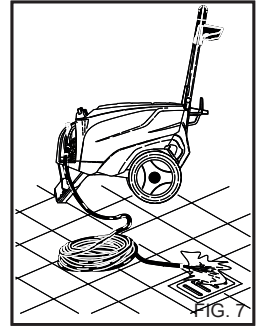

FIG. 7
**IMPORTANTE:** Para eliminar las eventuales impurezas o burbujas de aire del circuito hidráulico, efectuar una primera puesta en marcha sin lanza, dejando que salga el agua durante algunos segundos. Eventuales impurezas podrían atascar la boquilla e impedir el funcionamiento (fig. 7).